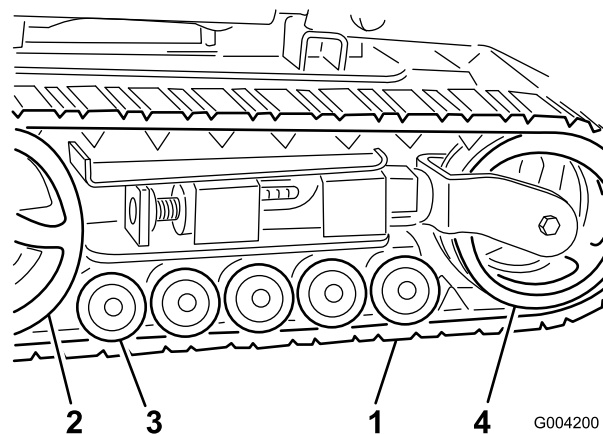

Figura 46
**Importante:** Assicurarsi di pulire a fondo le ruote non motrici, la ruota di tensione e la ruota conduttrice (Figura 46). Quando sono pulite, le ruote non motrici devono girare liberamente.